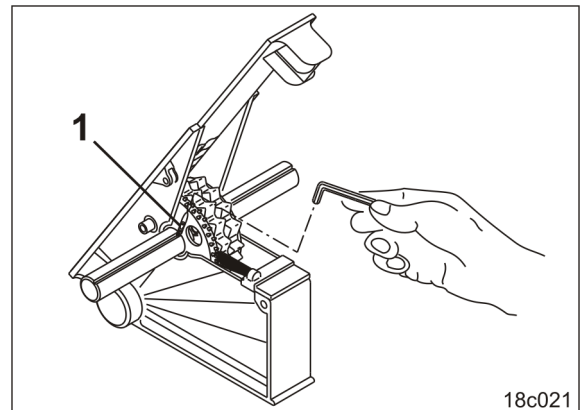

Fig. 247
3. Die Innensechskantschrauben (Fig. 247/1) der neuen Fahrgassensäräder soweit lösen, bis sich die neuen Fahrgassensäräder frei auf der Säwelle drehen lassen.